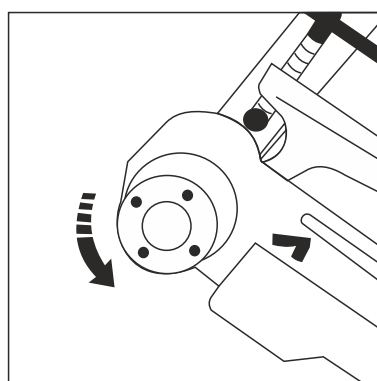

Рис. 5
5.5 После нарезания резьбы выключить клупп, освободить с помощью винтового прижима струбцину 1, перевести рычаг 8 в положение обратного (левого) вращения (при этом необходимо, надавливая на рычаг переключателя 8, покачать клупп вверх-вниз), рис. 5 и, после переключения рычага, крепко удерживая, включить клупп для свинчивания головки с нарезанной резьбы.